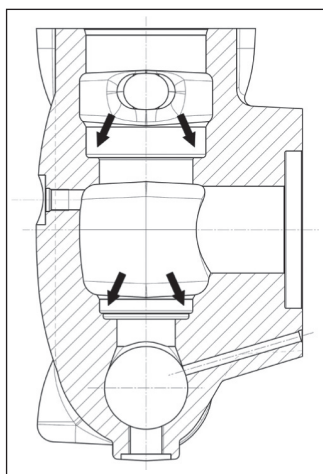

图98
重新安装阀组前，应彻底清洁和干燥泵头里的相应底座，如箭头所示（①，图98）。